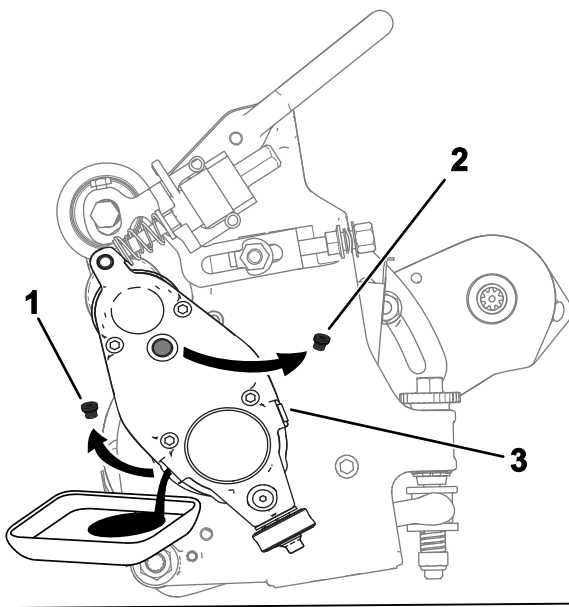

Figura 23
5. Incline a unidade de corte (como se mostra na Figura 23) até que a porta de drenagem fique na parte inferior para assegurar a drenagem completa.